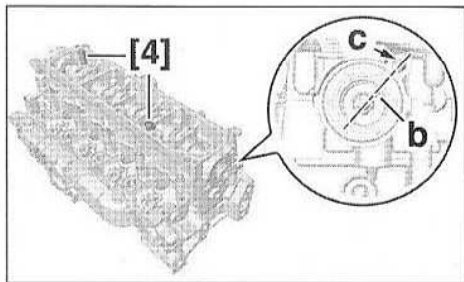

FIG.106
- Placer l'encoche (b) de l'arbre à cames (8) vers le haut, dans l'axe de l'orifice (c) (Fig.106).
- Reposer la partie supérieure du carter-paliers (7) à l'aide des outils [4].